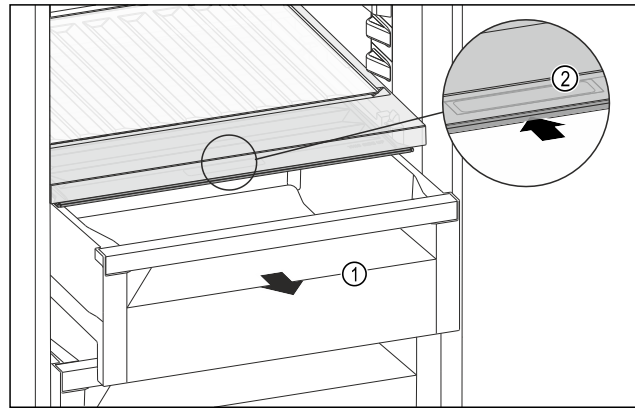

Fig. 163
- ▶ Schuifvak Fig. 163 (1) uittrekken.
- ▶ Greeplijst Fig. 163 (2) op het vakdeksel vastpakken en het vakdeksel gelijktijdig naar achteren schuiven.